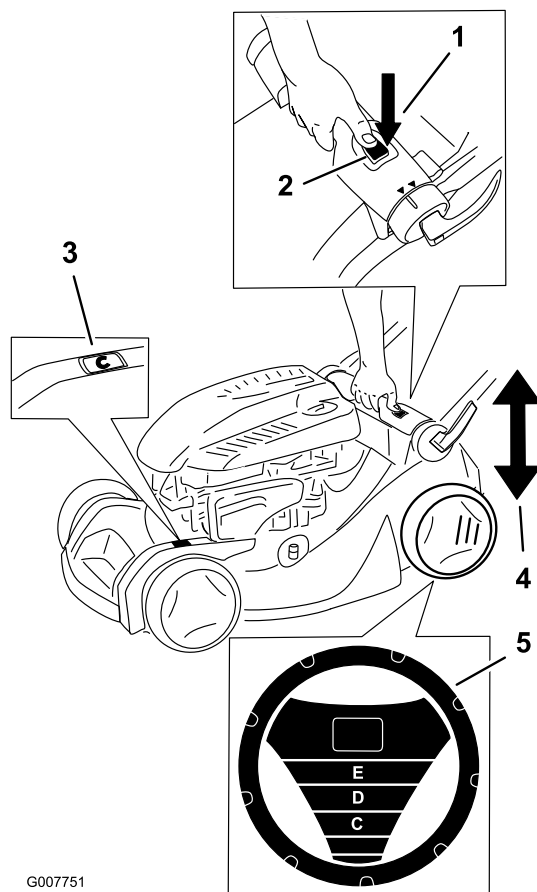

Figura 13
Nota: La Smart Wheel® calcula el ajuste adecuado para asegurar que usted no corte más de un tercio de la hoja de hierba (Figura 13).
2. Desplace el cortacésped a la hierba; deje de empujar el cortacésped cuando el dibujo Smart Wheel esté en posición vertical (Figura 13).
4. Apriete el botón de ajuste de la altura de corte y sujete la barra de ajuste de la altura de corte para desplazar la altura de corte hacia arriba o hacia abajo (Figura 13).
5. Levante o baje la barra, y utilice la escala de alturas de corte para fijar la altura de corte deseada (Figura 13).